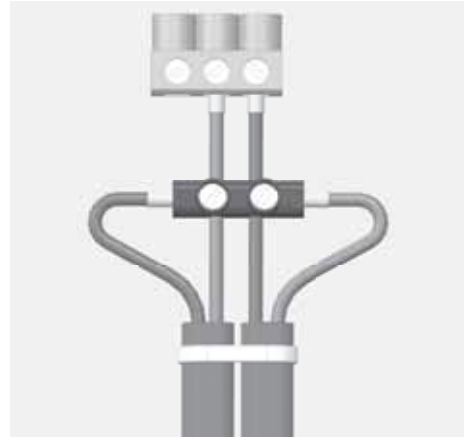

Abb. 3.13 Verklemmen von 2 Türschaltern bei Geräten mit 2 Türen (DS- oder HL-Version)
- ① Den Anschluss-Stecker des einen Türschalters entfernen - wird nicht benötigt,
- ② die braune (mittlere) Ader des zweiten Türschalter aus dem Anschluss-Stecker lösen,
- ③ die braune Ader des ersten Türschalters im Anschluss-Stecker anschließen - in der mittleren Klemme,
- ④ die braune Ader des ersten Türschalters und die blaue Ader des zweiten Schalters mit einer Kabelklemme („Lüsterklemme“) verbinden (Abb. 3.13),
- ⑤ die Funktion der Türschalter prüfen - das Öffnen jeder der beiden Türen muss zu der korrekten Meldung der LEDATRONIC („Tür auf“) führen.